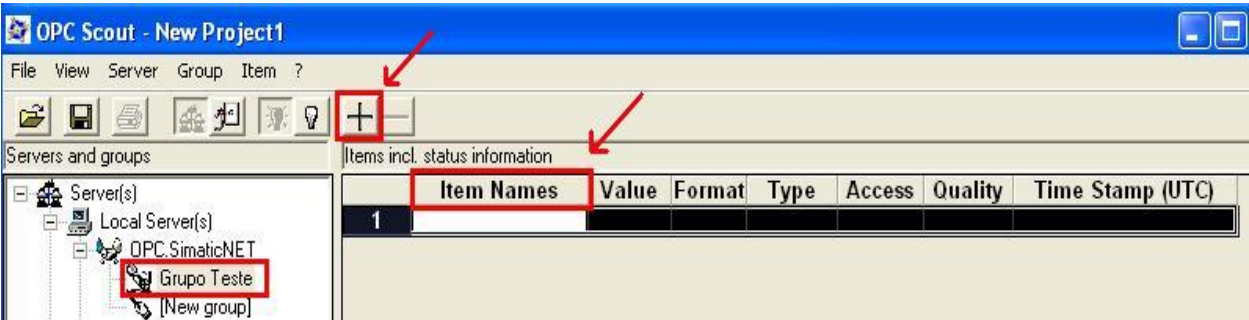

Figura 6.25: Adição de itens.
- Passo 3: Depois de criarmos o grupo, iremos adicionar itens a esse grupo para que esses possam ser monitorados. Clique, nessa ordem, sobre o nome do grupo criado, no campo abaixo do título *Item Names* e no sinal de adição que irá aparecer na barra de ferramentas (ver figura 6.25) .